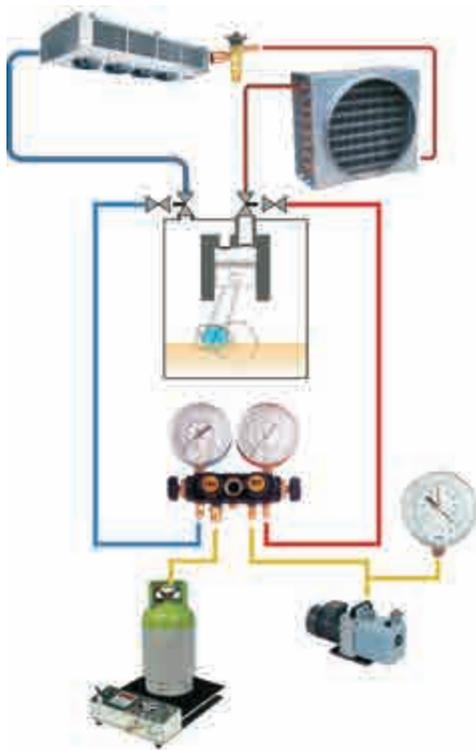

Рис.34. Подсоединение манометрического коллектора и вакуумного насоса
2. При отсутствии утечек (или их устранения) произвести разрежение системы от азота. Подсоединить вакуумный насос к всасывающей и нагнетательной сторонам компрессора (рис.34.) при помощи (манометрического) эксплуатационного коллектора, открыть все вентили (клапаны), включая электромагнитный клапан. Включить вакуумный насос, подождать, пока не произойдет диффузия водяного пара и воздуха.